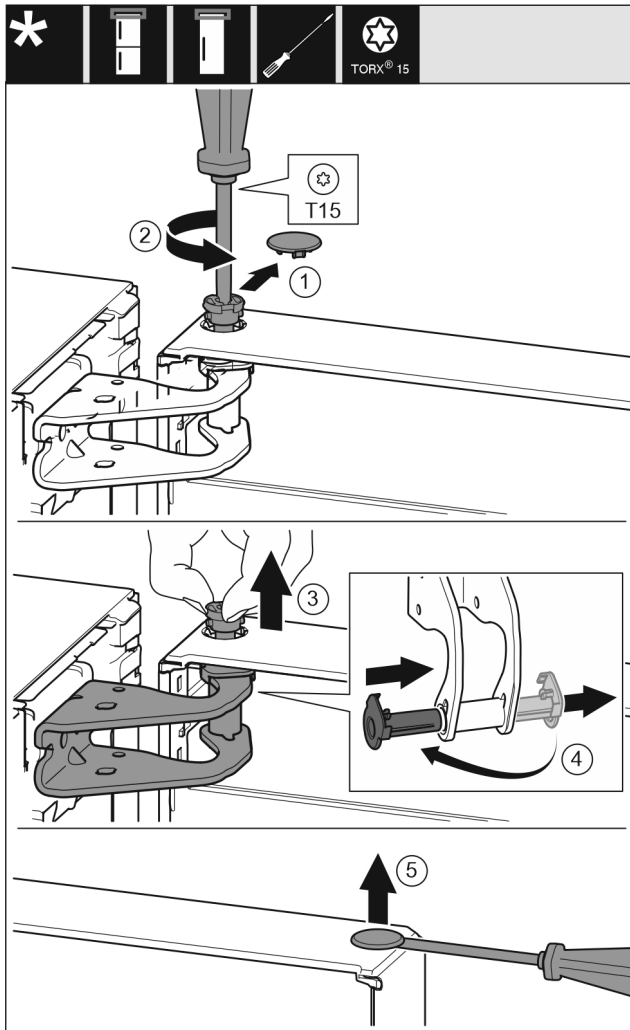

Fig. 10
- ▶ Nxirrni me kujdes kapakun mbulues të siguresës. Fig. 10 (1)
- ▶ Lironi paksa bulonin me një kaçavidë T15. Fig. 10 (2)
- ▶ Mbani derën fort dhe nxirrni jashtë bulonin me gisht. Fig. 10 (3)
- ▶ Nxirrni jashtë nga foleja udhëzuese manikotat e kapjes. Futni në vend ato të anës tjetër dhe mbërthejini në vend. Fig. 10 (4)
- ▶ Ngrini lart me kujdes me një kaçavidë tapat nga manikotat e kapjes së derës dhe nxirrini jashtë. Fig. 10 (5)